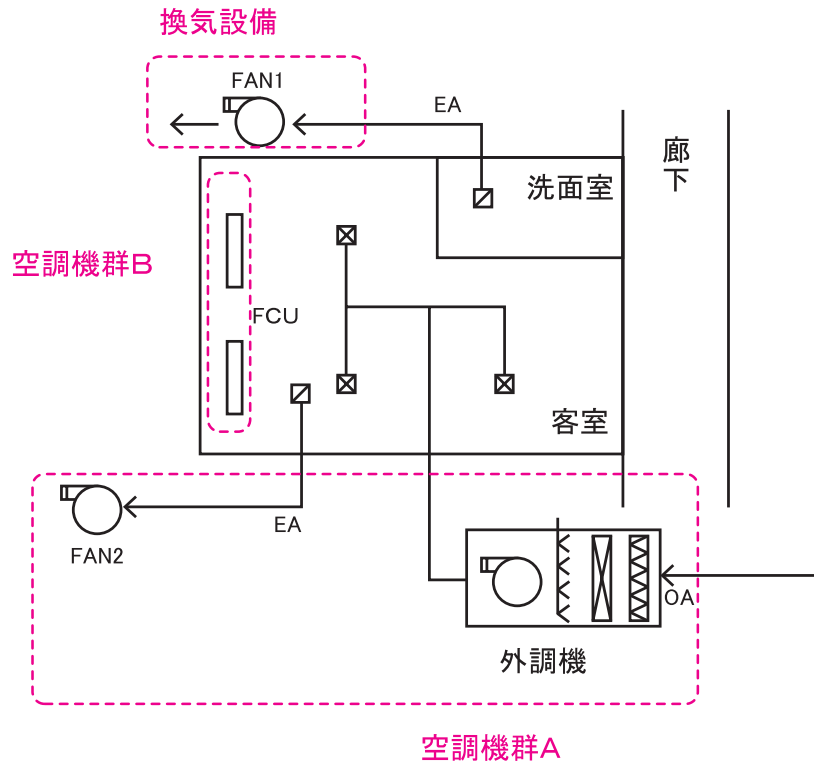

図 2-2-40 空調機群の考え方 (4)
4) システム例 4 (図 2-2-40 「空調機群の考え方 (4)」 参照)